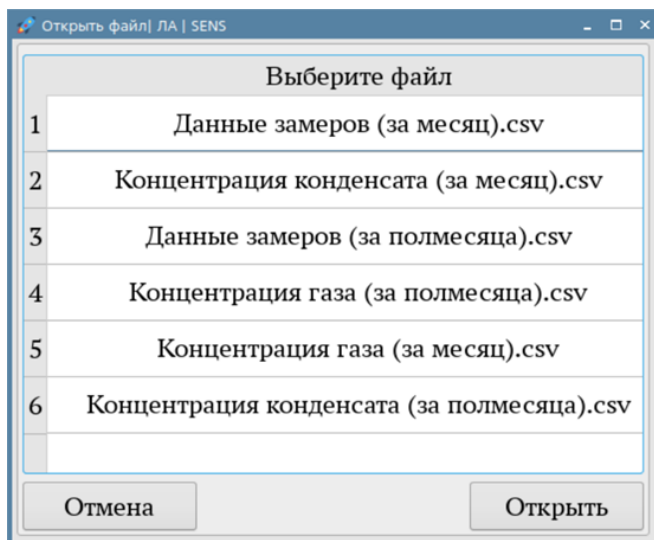
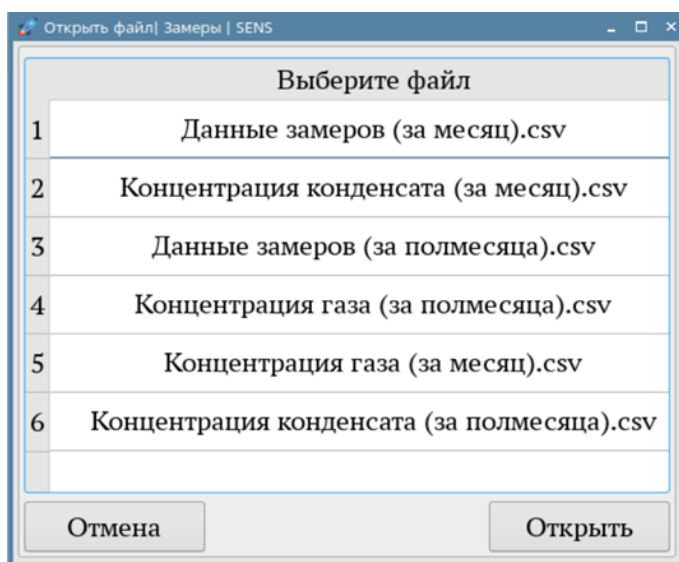

Рисунок 16 – Окно выбора файла, содержащего лабораторные данные
Рисунок 17 – Окно выбора файла, содержащего данные замеров
3. В открывшихся окнах см. Рисунок 16 и Рисунок 17 отображаются файлы со статистикой формата csv. Для добавления файла с новыми данными, необходимо перенести его в директорию ~/Extremum/SUUTP/SENS\_DIR/stat.